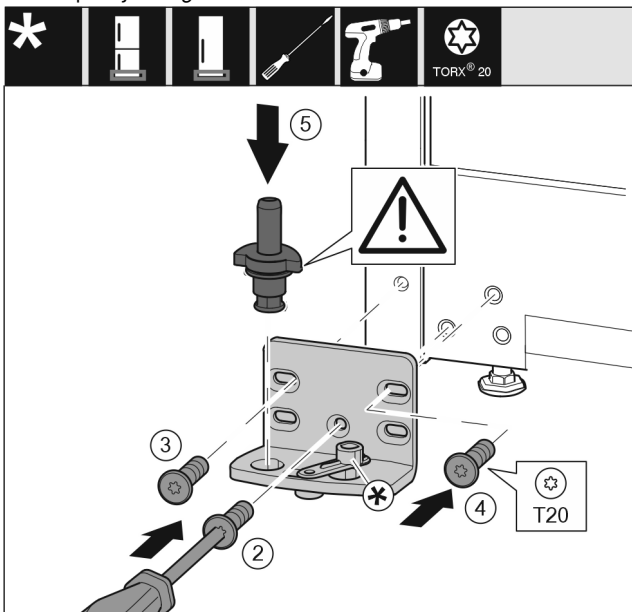

Fig. 13
- ▶ Ležajni podstavek namestite na drugo stran in privijte s pomočjo izvijača T20. Pričnite z vijakom 2 spodaj na sredini. Fig. 13 (2)
- ▶ Privijte vijaka 3 in 4. Fig. 13 (3,4)
- ▶ V celoti vstavite ležajni sornik. Pri tem pazite na to, da je zaskočni zapah obrnjen nazaj. Fig. 13 (5)